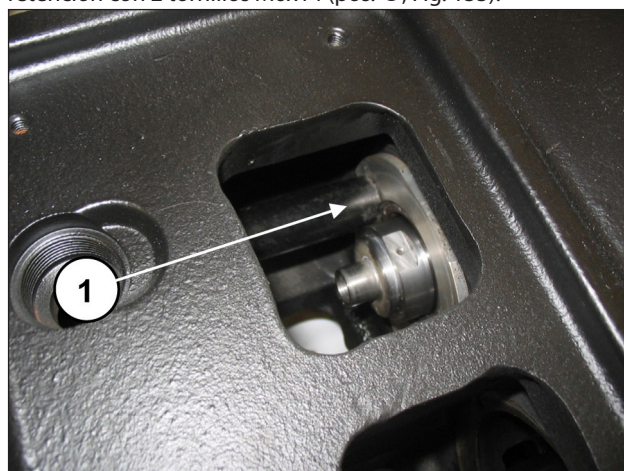
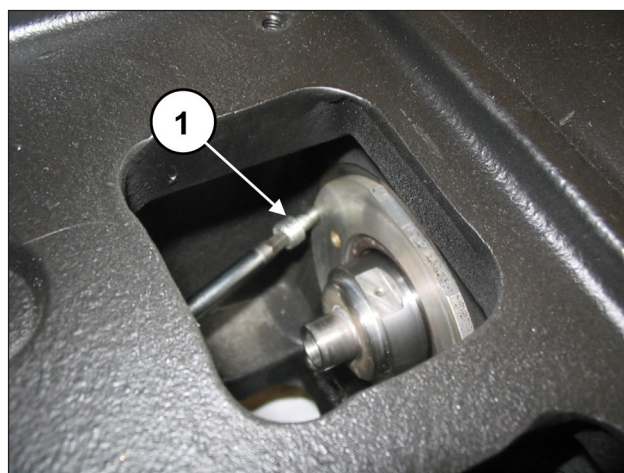

Fig. 132
Fig. 133
Comprobar que la tapa entre a fondo en el alojamiento (pos. ①, Fig. 132). No dañar el labio del retén. Fijar las tapas de retención con 2 tornillos M6x14 (pos. ①, Fig. 133).